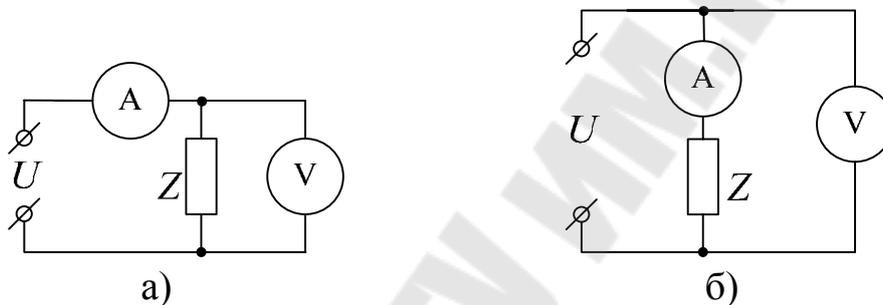

Рис. 3.1.
1. Определить полное сопротивление  $Z$  реактивного элемента **методом амперметра и вольтметра**. Два способа проведения измерений этим методом показаны на рис. 3.1а и 3.1б. При этом для определения  $Z$  достаточно разделить показание вольтметра  $U_V$  на показание амперметра  $I_A$ :